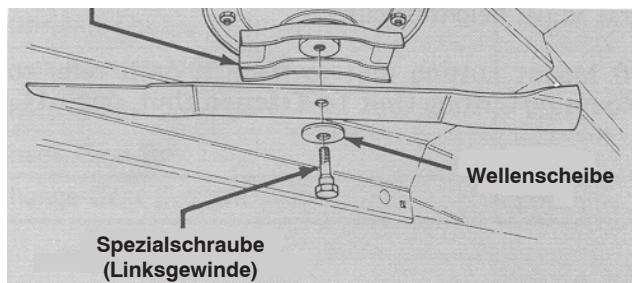

Bild 32
2. Halten Sie das Ende des Messers mit einem stark wattierten Handschuh oder wickeln Sie einen Lappen um es herum. Entfernen Sie die Spezialschraube, Wellenscheibe und das Messer von der Spindelwelle (Bild 32).